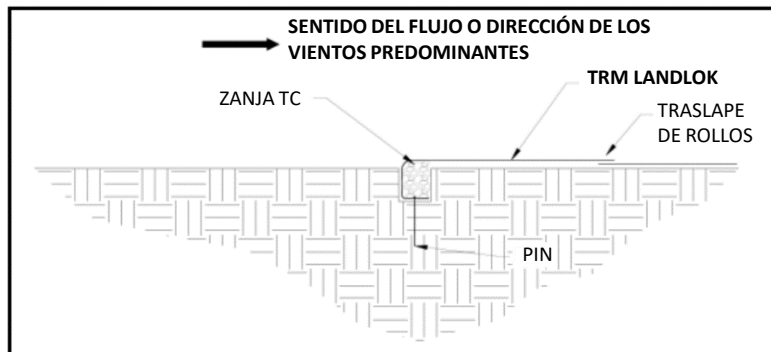

Figura 20: Zanja de terminación de canal (TC) completa
14. Doble el panel de LANDLOK sobre la zanja TC compactada (Figura 20) asegurando un traslape mínimo de 75 mm y coloque cada extremo del panel en sus respectivas zanjas COS.